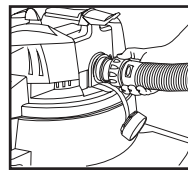

FIGURA 18
38. Esta aspiradora puede utilizarse como un soplador potente. Para usar la unidad como soplador, destornille la tapa del puerto del soplador ubicada en el lado posterior de la tapa del depósito. Extraiga cualquier obstrucción de la manguera. Inserte el extremo de la manguera con la tuerca de fijación dentro del puerto del soplador y apriete la tuerca de fijación. **FIGURA 18.** No apriete en exceso. Debe tenerse mucho cuidado cuando se utiliza como soplador debido a la fuerza poderosa del aire cuando se utilizan ciertos accesorios.